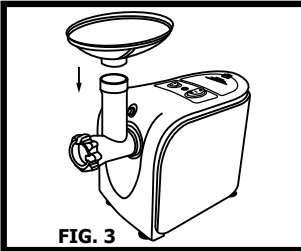

FIG. 3
8. Placez le plateau sur le cylindre de la tête de broyage. **FIG. 3**
7. Placez le plateau sur le cylindre de la tête de broyage. **FIG. 3**